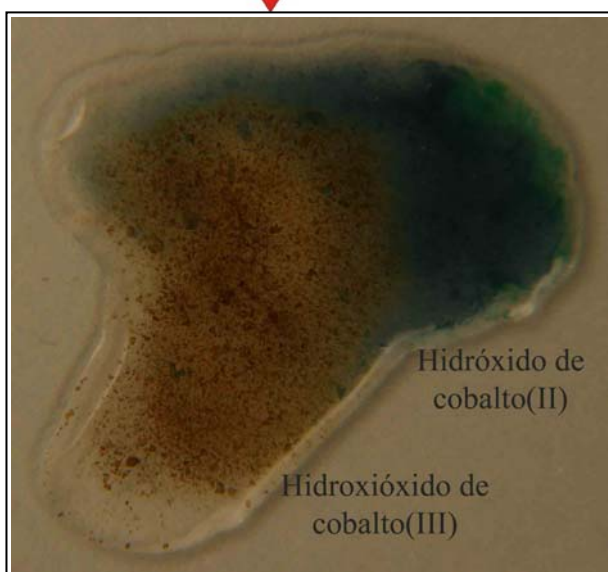

Fig.11
En la figura 10, el hidróxido de cobalto(II) sólido, de color azul oscuro, se dispone junto con la gota del oxidante, en este caso peróxido de hidrógeno 3%, produciéndose al comunicarse las gotas, el proceso redox con formación de hidroxioxido de cobalto(III) sólido (fig 11 y 12).